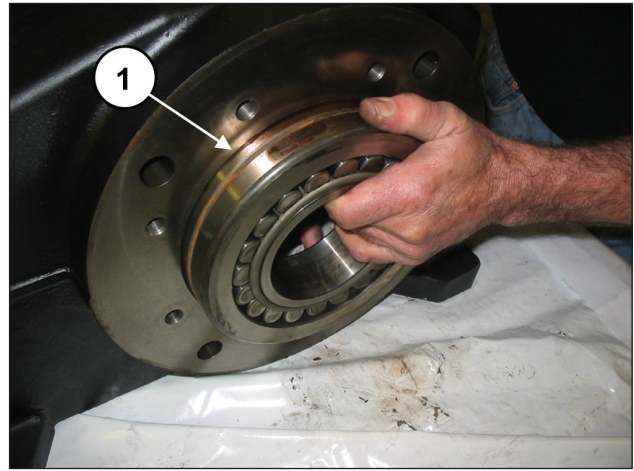

Fig. 31
Desde la parte opuesta, extraer el cojinete (pos. ①, Fig. 31).